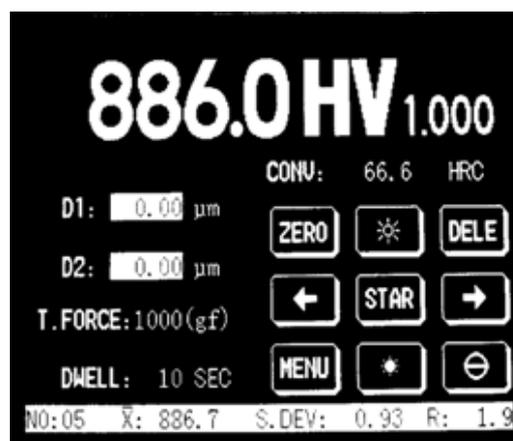

Abbildung 5-1 Hauptbildschirm
1. Drücken Sie **>|<** auf dem Hauptschalter um den Härteprüfer einzuschalten. Ist das System im ordnungsgemäßen Zustand, so piept es und das zeigt das Firmenlogo von BAQ ungefähr 3 Sekunden an (siehe Abbildung 5-1). Danach zeigt das System den Hauptbildschirm.